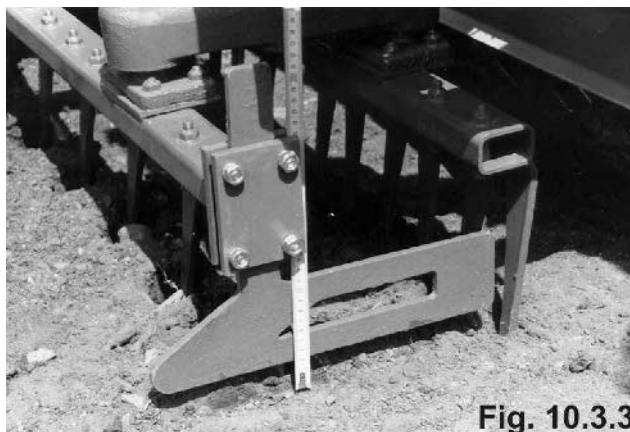

Fig. 10.3.3
- отрегулируйте выравниватель так, чтобы он находился на высоте около 2 сантиметров над уровнем почвы (рис. 10.3.3),